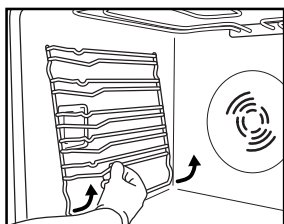

Fig. 3
1. Fjern ristene som holder tilbehøret på sidene (Fig. 3).
2. Fjern ristene som holder tilbehøret på sidene (noen versjoner) (Fig. 3).